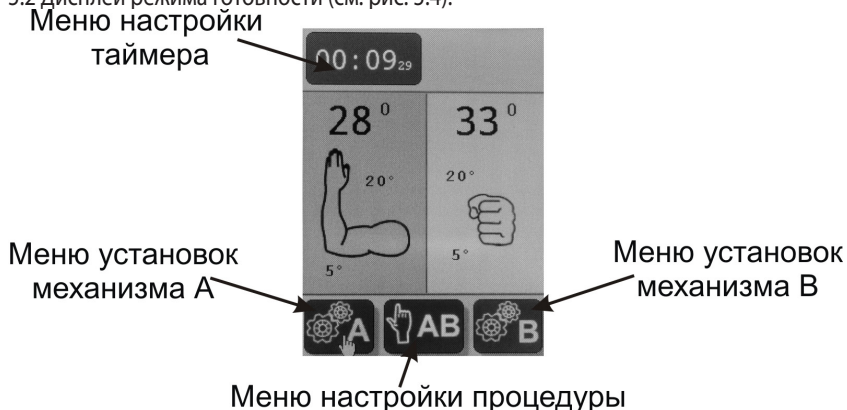

Рисунок 5.4 – Дисплей режима готовности
5.2 Дисплей режима готовности (см. рис. 5.4):
1. Подключите вилку сетевого кабеля (8) в розетку переменного тока 220В 50Гц с заземляющим контактом.
2. Включите Аппарат с помощью выключателя «ON/OFF» (4). После включения Аппарата слышен звуковой сигнал, на дисплее появляется логотип производителя.
3. По окончании загрузки на дисплее отображается дисплей режима готовности (см. рис. 5.4)